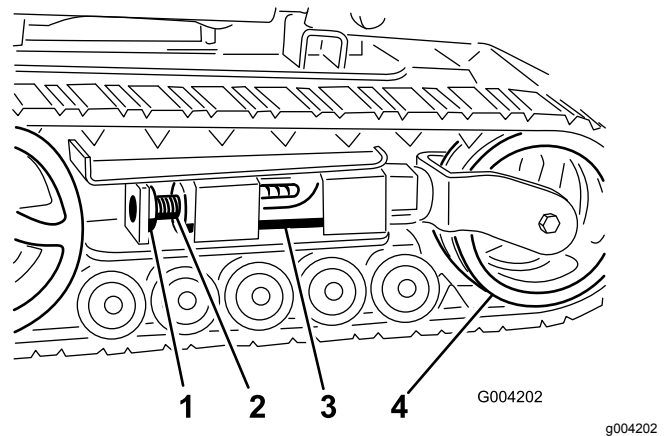
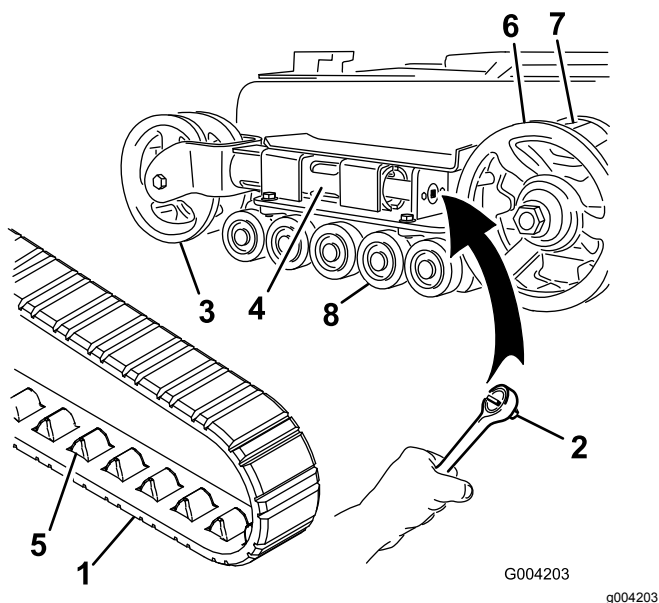
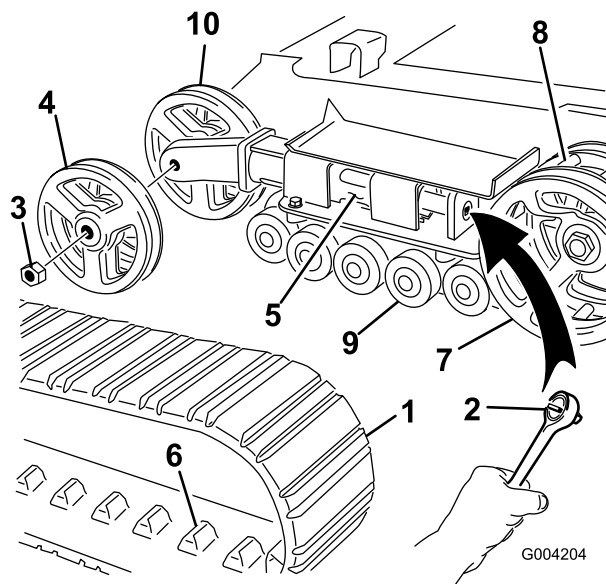

Bild 45
Bild 46
Bild 47
4. Entfernen Sie die Befestigungsschraube und Mutter (**Bild 45**).
6. Richten Sie die am nächsten liegende Kerbe in der Spannschraube mit dem Loch der Befestigungsschraube aus und befestigen Sie die Schraube mit der Befestigungsschraube und Mutter (**Bild 45**).
Hinweis: Sie haben Schmalspurketten, wenn die vorderen Spannungsräder an der Innenseite einer Gabel am Ende des Spannungsrohrs montiert sind (**Bild 46**).
5. Lösen Sie die Antriebsspannung mit einer Ratsche ($\frac{1}{2}$ "), indem Sie die Spannschraube nach rechts drehen (**Bild 45** und **Bild 46**).
6. Drücken Sie das Spannrad zur Rückseite der Maschine, um den Druckschlauch gegen den Rahmen zu bewegen (Bild 46).
8. Wenn Sie die Kette vom Spannrad entfernt haben, entfernen Sie sie auch vom Antriebsrad und den Straßenrädern (Bild 46).
9. Legen Sie die neue Kette, beginnend beim Antriebsrad, um das Rad und stellen Sie sicher, dass die Stollen an der Kette zwischen die Zahnräder am Kettenrad passen (Bild 46).
10. Drücken Sie die Kette unter und zwischen die Straßenräder (Bild 46).
Hinweis: Sie haben Breitspurketten, wenn die vorderen Spannungsräder an der Seite am Ende des Spannungsrohrs montiert sind (Bild 47).
4. Entfernen Sie die Befestigungsschraube und Mutter (Bild 45).
5. Lösen Sie die Antriebsspannung mit einer Ratsche (1/2"), indem Sie die Spannschraube nach rechts drehen (Bild 45 und Bild 47).
6. Drücken Sie das Spannrad zur Rückseite der Maschine, um den Druckschlauch gegen den Rahmen zu bewegen (Bild 47).
6. Setzen Sie die eingefettete Straßenradkappe auf den Schraubenkopf (**Bild 46**).
7. Befestigen Sie die Straßenradkappe mit dem Sprengring (**Bild 46**).
7. Nehmen Sie die Mutter ab, mit der das äußere Spannrad befestigt ist. Nehmen Sie das Rad ab (**Bild 47**).
8. Nehmen Sie die Kette ab (**Bild 47**).
9. Nehmen Sie die Mutter ab, mit der das innere Spannrad befestigt ist. Nehmen Sie das Rad ab (**Bild 47**).
13. Setzen Sie das innere Spannrad ein und befestigen Sie es mit der vorher abgenommenen Mutter (**Bild 47**).
15. Montieren Sie die neue Kette. Achten Sie darauf, dass die Stollen in der Kette zwischen die Zahnräder in der Mitte des Antriebsrads passen (**Bild 47**).
16. Setzen Sie das äußere Spannrad ein und befestigen Sie es mit der vorher abgenommenen Mutter (**Bild 47**).